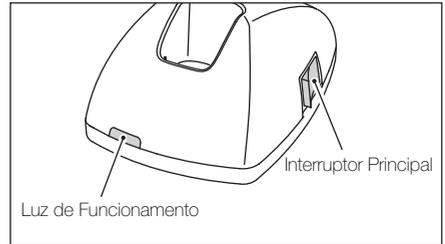

Fig. 2
3. Ligue o interruptor principal. Certifique-se de que a luz de funcionamento se acende. (Fig. 2)